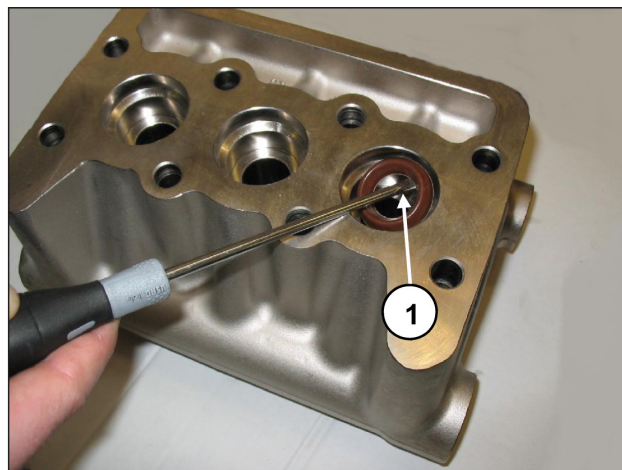

Fig. 30
C) Remova as vedações de alta pressão do cabeçote e os de baixa pressão do suporte relativo usando ferramentas simples, conforme indicado na Fig. 30, pos. ① prestando atenção para não danificar os respectivos assentos.